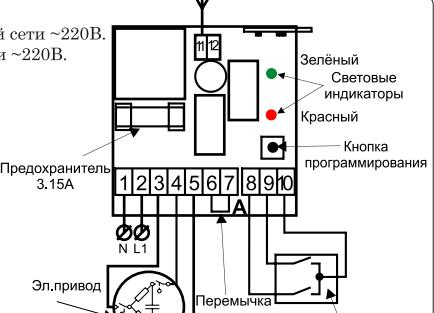

Рисунок 3.
● Ознакомиться со стандартной схемой подключения (см. Рис.3).
- Нажать кнопку программирования (см. Рис.3). В отсутствие подаваемых команд с выключателя или мини-пульта.